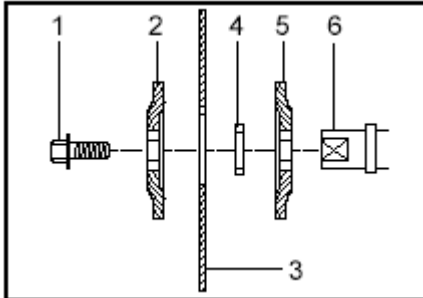

Fig. 15
- Para montar a lâmina de serra encaixe-a corretamente sobre o flange interno 05 conforme mostra a fig. 15. Em seguida coloque o flange externo em sua posição original, assim como, o parafuso do flange.